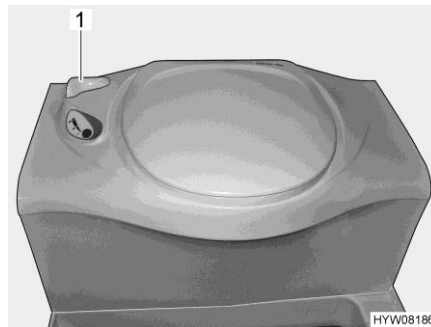

Bild 158 Thetford-toalett
- Öppna spjället på Thetford-toaletten före spolning. Därtill vrids spjällspaken (Bild 158,1) moturs.
- Efter spolning stängs spjället. Därtill vrids spjällspaken (Bild 158,1) medurs.